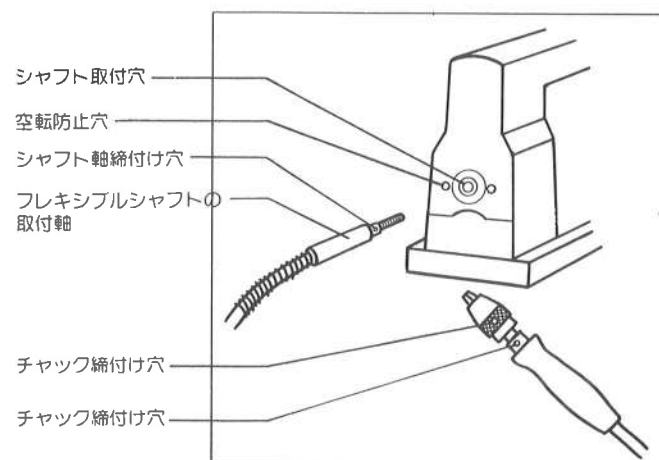

図12
- (2)ソーブレードに向けて小さい圧力で、スムーズに送り込んで切削してください。
- (3)切削材の厚さは、25%以下のとき一番良い切削効果が得られます。
- (4)テーブルを傾斜したときの切削、また切削材の厚みが25%を越えるときの切削は、まず押し付け装置を取り外します。このときの切削は手で切削材を確実に押えることが必要です。又、ゆっくり送り込んで切削してください。ブレードの曲がりやネジレを避けてください。手と指の位置もブレードからの安全距離を保って作業してください。
■本機専用フレキシブルシャフトの取付方法(別売)(図12参照)
- (1)本体後面のフレキシブルシャフト取付穴に、フレキシブルシャフトの取付軸を差し込み、右に回すと締まります。
- (2)チャックに工具をセットする時は、チャックの手前の穴に六角レンチを差し込み、チャックを左に回すとチャックが開きます。先端工具の軸をチャックに差し込み、チャックを右に回すと締まります。締め付ける時は ? 金具をチャックの穴に差し込んで強く締めて下さい。